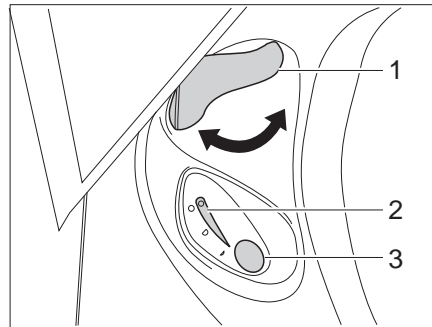

Bild 273 Bedieneinheit Thetford-Toilette
- Vor dem Spülen den Schieber der Thetford-Toilette öffnen. Dazu den Schieberhebel (Bild 273,1) entgegen dem Uhrzeigersinn drehen.
- Zum Spülen den blauen Spülknopf (Bild 273,3) drücken.
- Nach dem Spülen den Schieber schließen. Dazu den Schieberhebel (Bild 273,1) im Uhrzeigersinn drehen.
Die Kontroll-Leuchte (Bild 273,2) leuchtet, wenn die Thetford-Kassette entleert werden muss.
- Den Schieberhebel (Bild 273,1) im Uhrzeigersinn drehen. Der Schieber wird geschlossen. Zum Entleeren **muss** in der Thetford-Toilette der Schieber geschlossen sein.